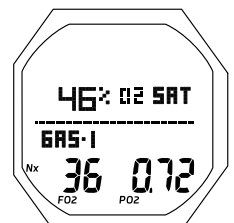

Fig. 28 - ÉCRAN DE DONNÉES LOG N°4
**ÉCRAN DE DONNÉES LOG N°4** (Nitrox uniquement) : paramètres affichés (Fig. 28)